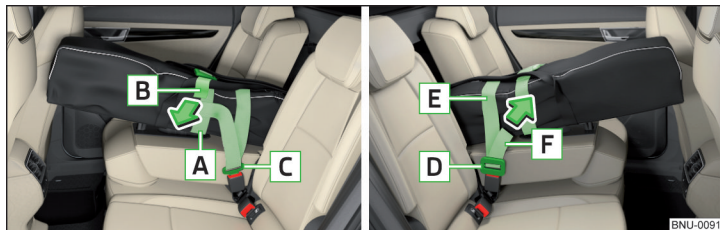

Fig. 125 Apriete la banda / bolsa de seguridad - VarioFlex
- Colocar el tirante **A** » fig. 125 por los esquís **en los pies** de la conexión y ajustarlo al final libre **B** en el sentido de la flecha.